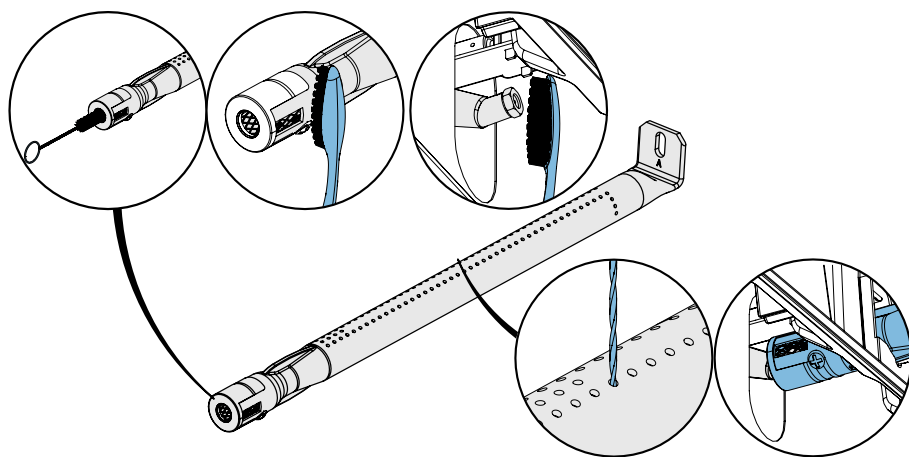

Abb. 19
1. Entfernen Sie die Schraube(n), die den Brenner an der Rückwand des Grills befestigen. Schieben Sie den Brenner nach hinten und oben, um ihn zu entfernen. **(Abb. 19).**